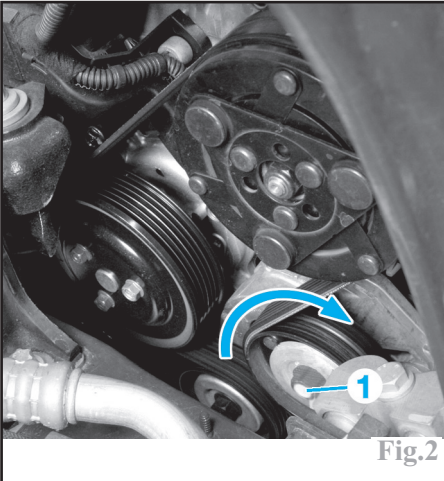

Fig.2
Tendre le dispositif de tension de courroie (1) d'accessoires dans le sens horaire (Fig.2).